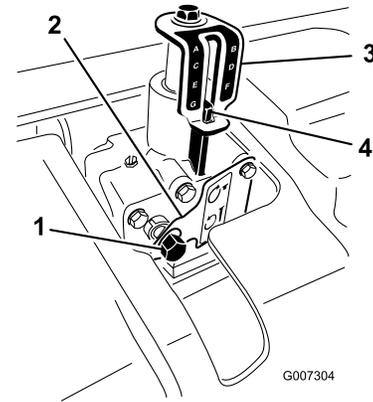

Bild 21
3. Setzen Sie einen 9/16 Zoll Sechskantschlüssel mit Ratsche auf die Eingangswelle des Tiefeneinstellers auf (Bild 21).
5. Drehen Sie den Tiefeneinsteller nach rechts, um die Aerifiziertiefe zu verringern oder nach links, um sie zu erhöhen (Bild 21).
6. Drehen Sie die Eingangswelle des Tiefeneinstellers, bis die gewünschte Tiefe auf dem Schild für die Tiefenanzeige angezeigt wird (Bild 21).